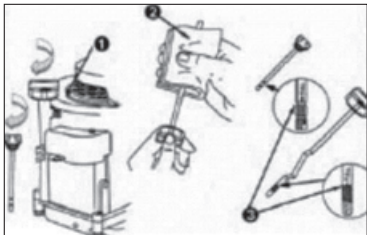

Рис. 4
2. Отверните крышку маслосливной трубки и извлеките масляный щуп. Проверьте уровень масла. Если уровень масла на щупе ниже метки «**Min**», добавьте масло до уровня «**Full**» (см. Рис. 4.)